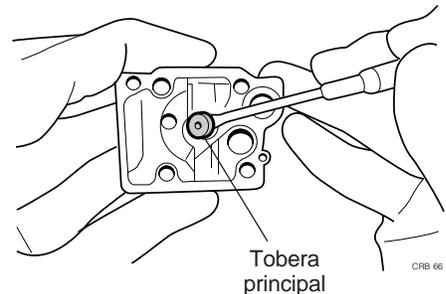

Figura 3.32
Paso 10. De vuelta el cuerpo del carburador y usando un pequeño destornillador, extraiga la tobera principal y el O-ring (figura 3.32)